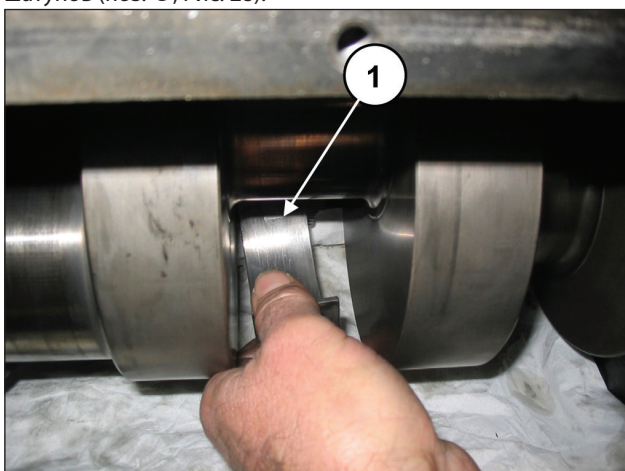

Рис. 28
Выньте три верхних полуподшипника из половинок шатунов (поз. ①, Рис. 28).